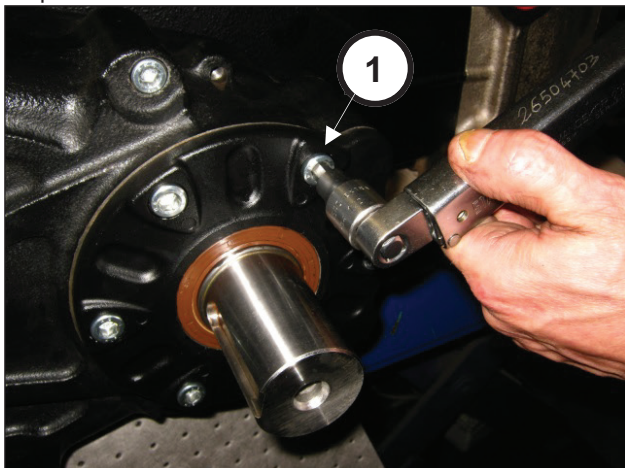

Fig. 95
Serrer les 6 vis M10x25 (rep. ①, Fig. 95). Serrer les vis à l'aide d'une clé dynamométrique, en suivant les indication du chapitre 3 FORCES DE SERRAGE DES VIS.